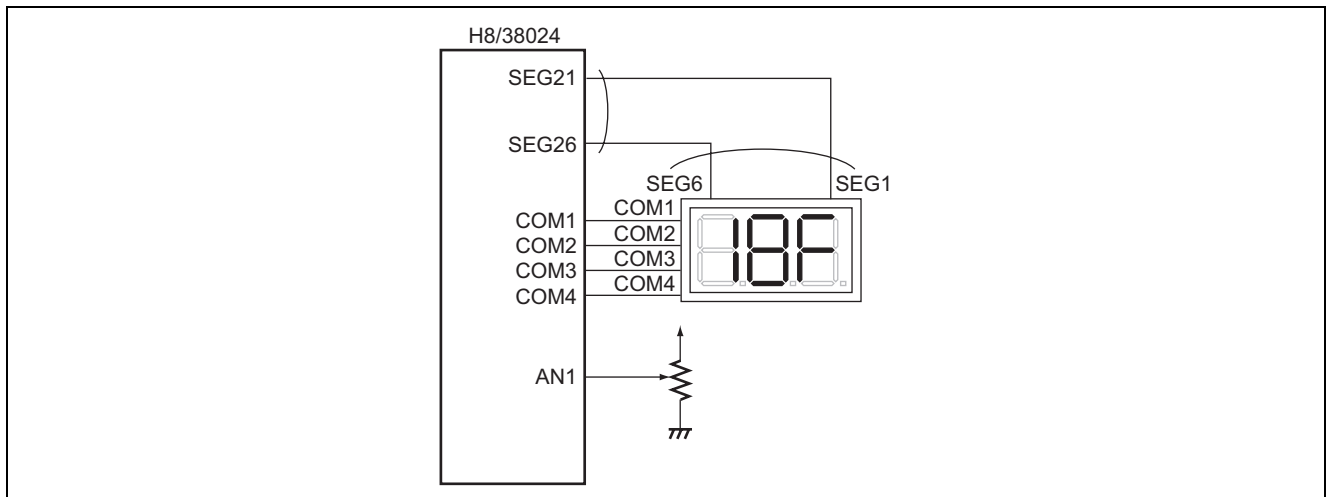

図 1 本タスク例の構成
- (1) H8/38024 の 10 ビット A/D で A/D 変換した値を，LCD に表示します。
- (2) 本タスク例では，AN1 端子に可変抵抗を接続します。
- (3) A/D 変換後の値は，16 進数として LCD に表示します。
- (4) 本タスク例の接続図を図 1 に示します。